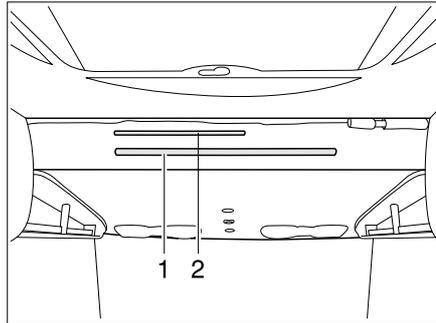

Bild 103 Hubbett manuell
- Den Griffhebel (Bild 103,2) nach unten ziehen, um das Hubbett zu entriegeln.
- Das Hubbett mit beiden Händen an der Griffstange (Bild 103,1) in einem Bogen nach unten ziehen, bis es hörbar einrastet.
- Die Aufstiegsleiter mit den beiden Bügeln in die Griffstange (Bild 103,1) am Hubbett einhängen.